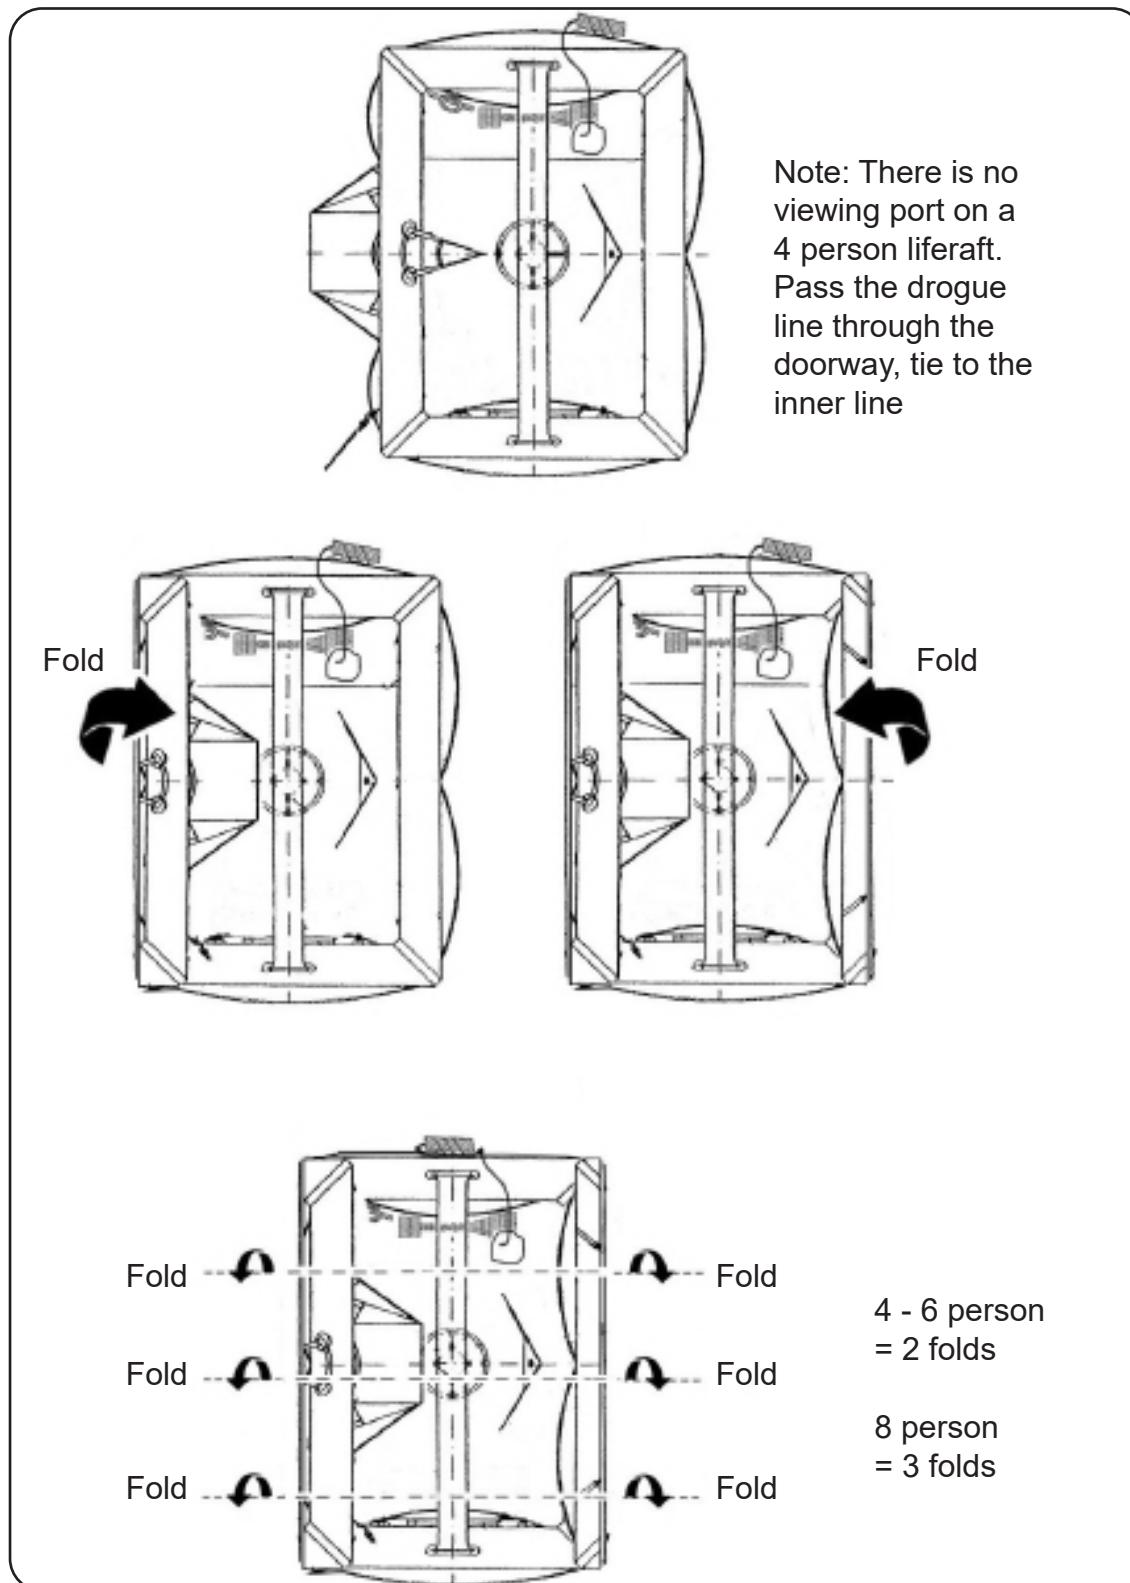

FIGURE 856A
- (d) 4N and MK 10 container: Refer to FIGURE 856A.